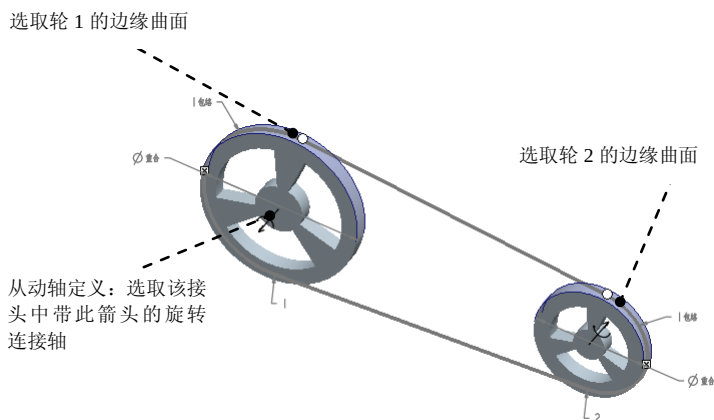

图 9.8.11 带传动设置
Step3. 选取图 9.8.11 中轮 1 (WHEEL1) 的边缘曲面, 按住 Ctrl 键, 再选取图 9.8.11 中轮 2 (WHEEL2) 的边缘曲面, 完成后的效果如图 9.8.11 所示。
(1) 输入伺服电动机名称: 在该对话框中的名字文本框中输入伺服电动机名称, 或采用系统的默认名。
(2) 选择运动轴: 在图 9.8.11 所示的轮 1 上选取旋转连接轴 Connection_1c.axis_1。